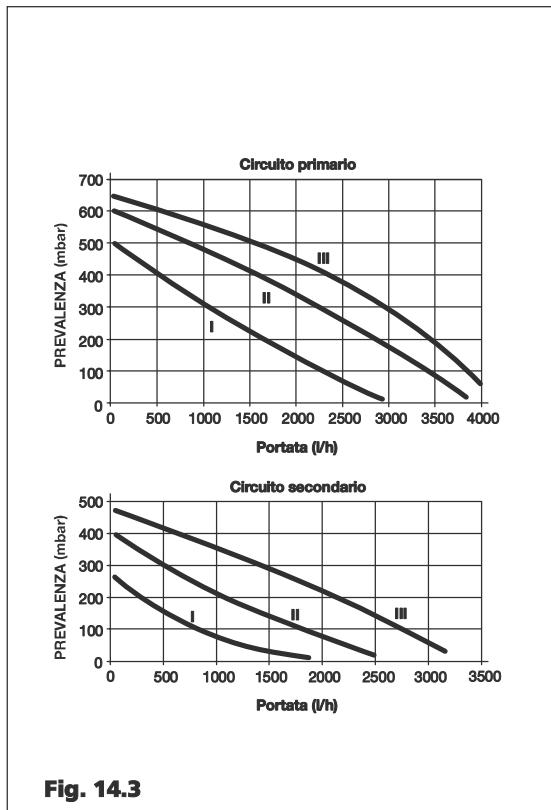

Fig. 14.3
14.4 Prevalenza del circolatore (Fig. 14.3)